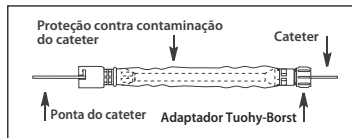

Figura 2
a. Se estiver a utilizar uma proteção contra contaminação com um adaptador Tuohy-Borst (quando fornecido), insira a ponta do cateter pretendido através da extremidade do adaptador Tuohy-Borst da proteção contra contaminação do cateter. Faça o cateter avançar através da tubagem e do conector na outra extremidade (ver Figura 2).